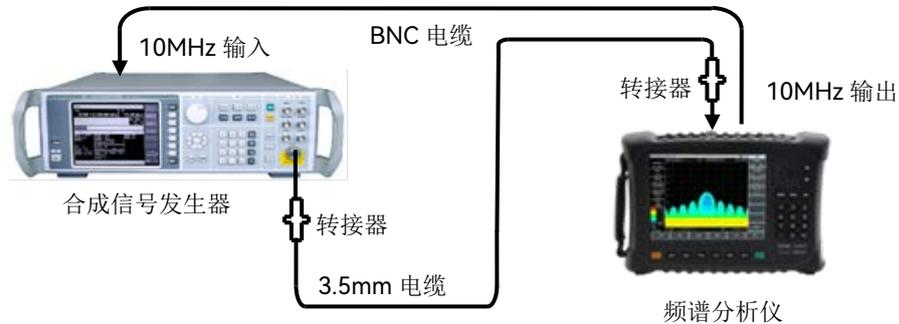

图 12-5 扫频宽度准确度测试设置
- 3) 如图 12-5 连接测试仪器，合成信号发生器为频谱分析仪提供频率参考；